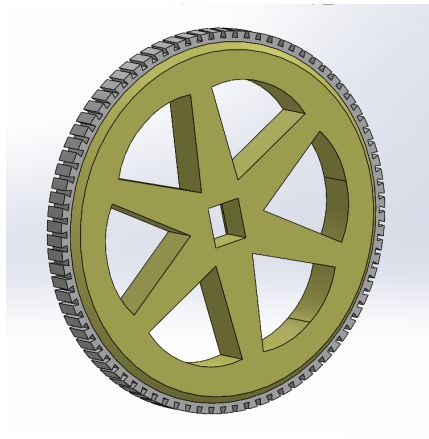

FIGURE 15
ÉTAPE 12 : Maintenant, nous passons aux roues que nous recouvrons de leurs anneaux de préhension protecteurs, les grandes roues sont numérotées 5 et leurs couvre-jantes sont numérotés 27 comme on peut le voir sur la figure 15.